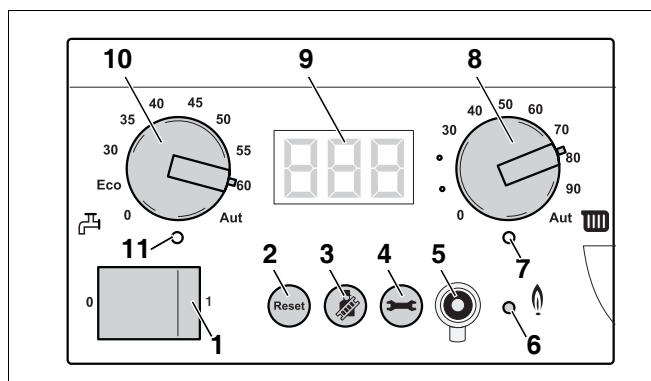

Fig. 87 Basiscontroller BC10
- Sluk for gaskedlen på panelafbryderen til Basiscontroller BC10 (fig. 87, **pos. 1**).
- Tænd for gaskedlen på panelafbryderen til Basiscontroller BC10 (fig. 87, **pos. 1**).
- Tryk på "skorstensfejer"-tasten (fig. 87, **pos. 3**), og hold den nede (ca. 2 sekunder), indtil punktet nederst til højre på displayet (fig. 87, **pos. 9**) vises. Se endvidere tab. 9, "Røggastest", side 42.
- Når LED "Brænder" lyser, (fig. 87, **pos. 6**) skal du vente et minut, til gaskedlen brænder på fuld belastning.
- Tryk på "skorstensfejer"-tasten (fig. 87, **pos. 3**) for at afslutte målingen. Se endvidere tab. 9, "Røggastest", side 42.